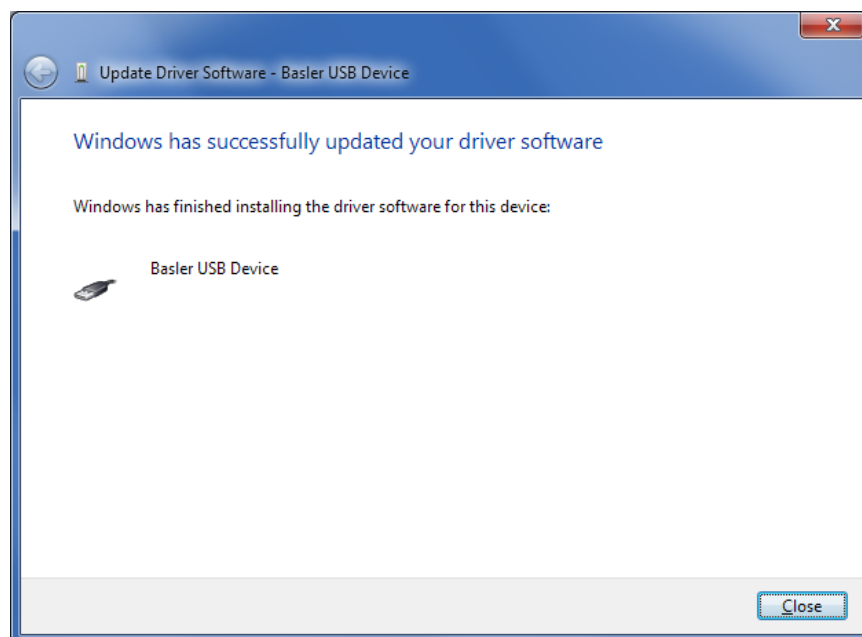

Figura 79-7. La actualización del software del controlador se realizó con éxito
Paso 7: Si la instalación del controlador se realizó con éxito, aparece la ventana de la Figura 79-7.